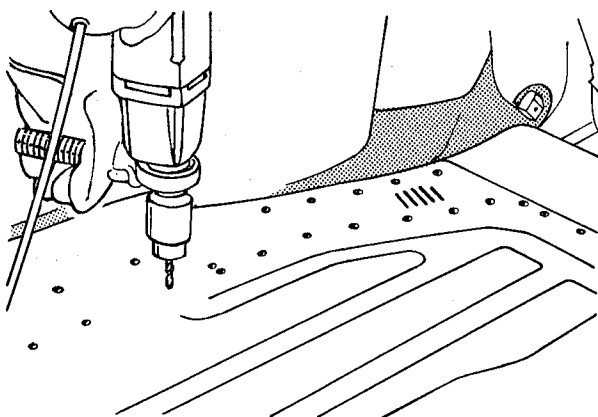

fig. 174
4. Furar os pontos de solda entre o painel do assoalho e as longarinas e travessa (fig. 174)